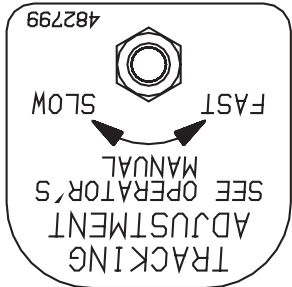

Figura 14. Ajuste de alineación
3. Si la máquina se tira a un lado. Detenga el cortacésped colocando las palancas de control de dirección en la posición neutral. Usando la llave de ajuste ubicada en el lado izquierdo de la máquina, gire la tuerca de ajuste de alineación del lado más lento contra el sentido de las agujas del reloj hasta que la máquina se alinee derecha. (Vea la Figura 14).